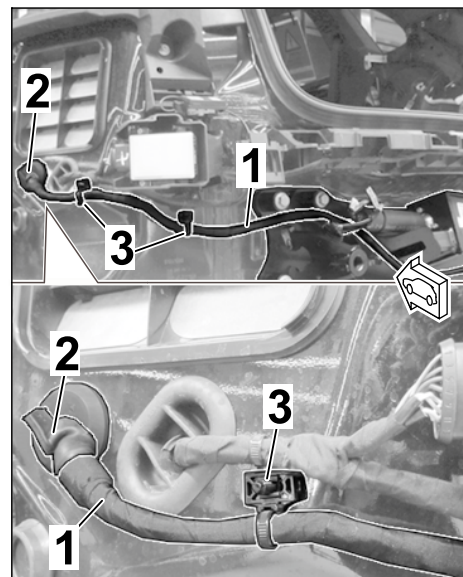

Рис. 8
2.2.3 Установить кабельные хомуты жгута проводов (2 шт.) на резьбовые шпильки снаружи на автомобиле (⇒ Рис. 8).